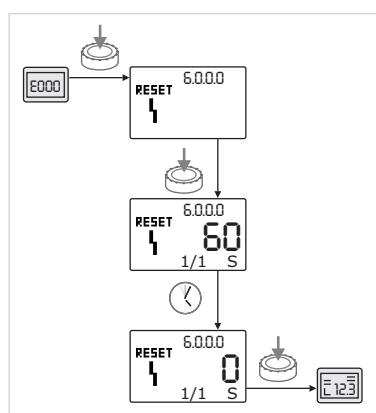

Fig. 47: Potvrdenie typu chyby A alebo D
- Ak sa vyskytnú chyby typu A alebo D, na potvrdenie postupujte nasledovne (Fig. 47):